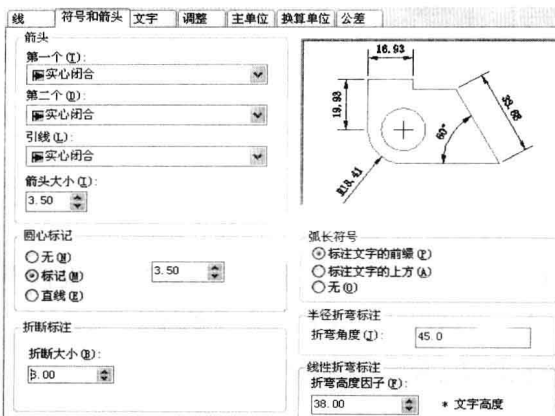

图 7-2-5
(4) 单击“符号和箭头”选项卡，箭头选择“实心闭合”样式，箭头大小、圆心标记设置为3.5，如图7-2-5所示。